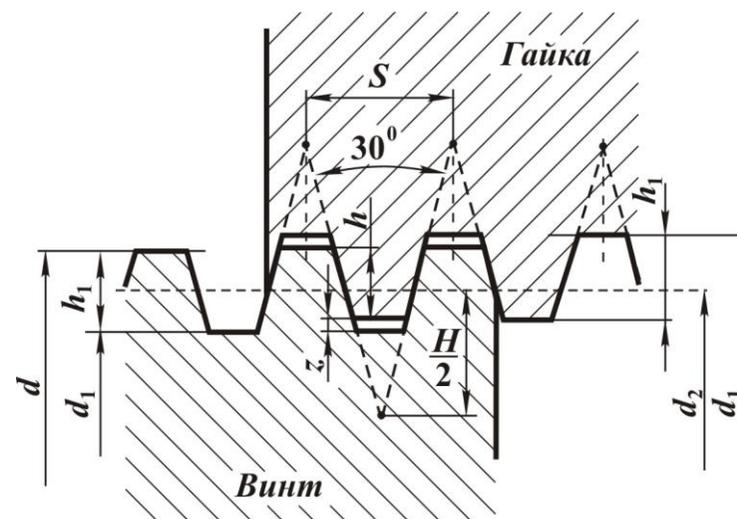

Рис. 5.35
*Трапецидальная резьба* (см. рис. 5.35) в профиле – равнобокая трапеция с углом профиля – применяется для силовых винтов, передающих движение в обе стороны.